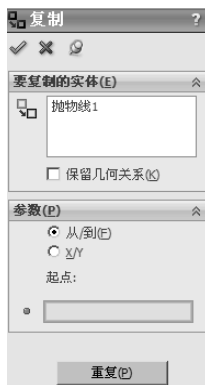

图 2.7.20 “复制”对话框
Step 2 选择下拉菜单 **工具(T)** → **草图工具(S)** → **复制(C)...** 命令，系统弹出图 2.7.20 所示的“复制”对话框。